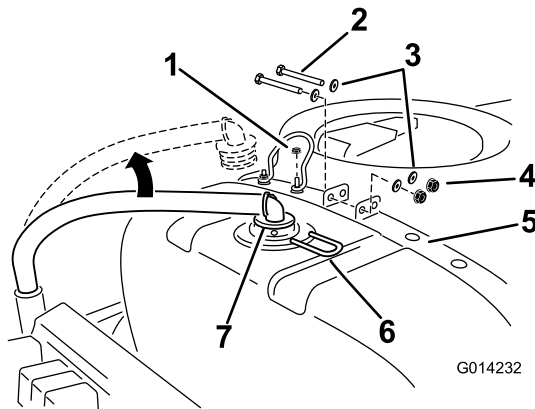

Bild 7
4. Schließen Sie den Zulaufschlauch hinten und oben am Hauptbehälter ab (Bild 7).
5. Entfernen Sie den Gabelbolzen, der mit dem Anschlussstück befestigt ist, und nehmen Sie den Schlauch ab (Bild 7).
7. Entfernen Sie die innere Sicherungsmutter, mit der der Drahtbehälterdeckel am linken hinteren Riemen befestigt ist (Bild 7).